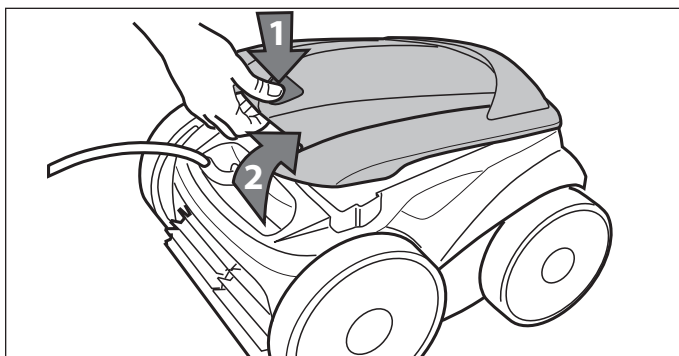

Figure 23. Soulever le couvercle du nettoyeur
4. Pour enlever le filtre du nettoyeur, suivre les étapes 5 à 8 (Figures 23 à 26).
5. Appuyer sur le verrou du couvercle (1) et soulever le couvercle (2) jusqu'à ce qu'il soit fixé en position verticale. Se référer à la Figure 23.